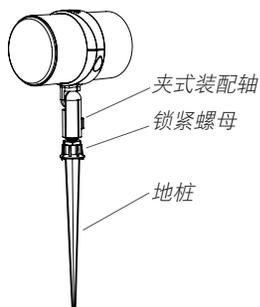

图 8
2. 按图 8 所示将夹具组件的螺纹轴拧到地桩上，并用扳手（未提供）拧紧锁定螺母以锁定位置。